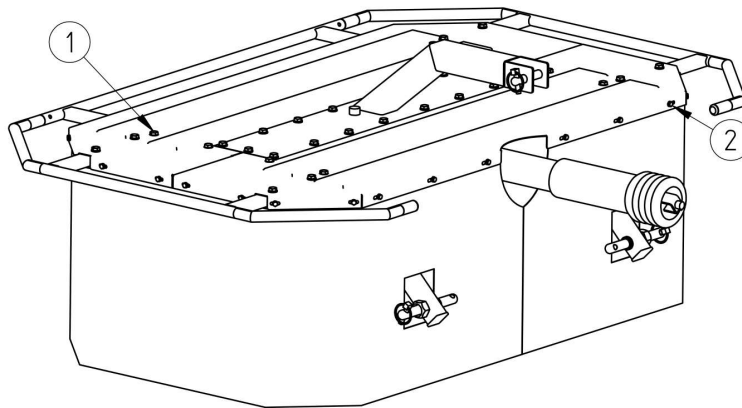

Abbildung 6 Montage des Schneidwerksschutzes
- Ziehen Sie die M10x25-Schrauben (Abb. 6, Pos. 1) am Hauptrahmen fest.
- Schrauben Sie die Planenabdeckung mit M6x16 Schrauben an die Schneidwerksabdeckung (Abb. 6, Pos. 2).